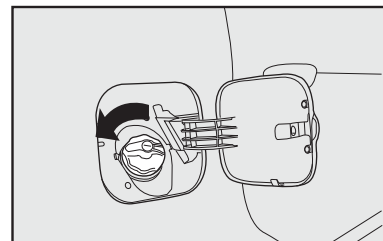

fig. 118
- Gire a tampa no sentido anti-horário **fig. 118** até o seu completo desalocjamento;